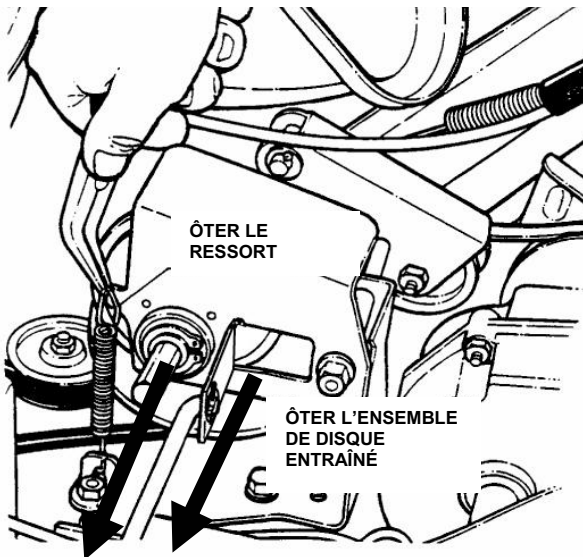

FIGURE 4.12
2. A l'aide de pinces à bec, décrochez le ressort et faites sortir le dispositif du disque mené de son arbre. Voir figure 4.12.
2. A l'aide de pinces à bec, décrochez le ressort de direction et faites sortir le dispositif du disque mené de son arbre. Voir figure 4.12.